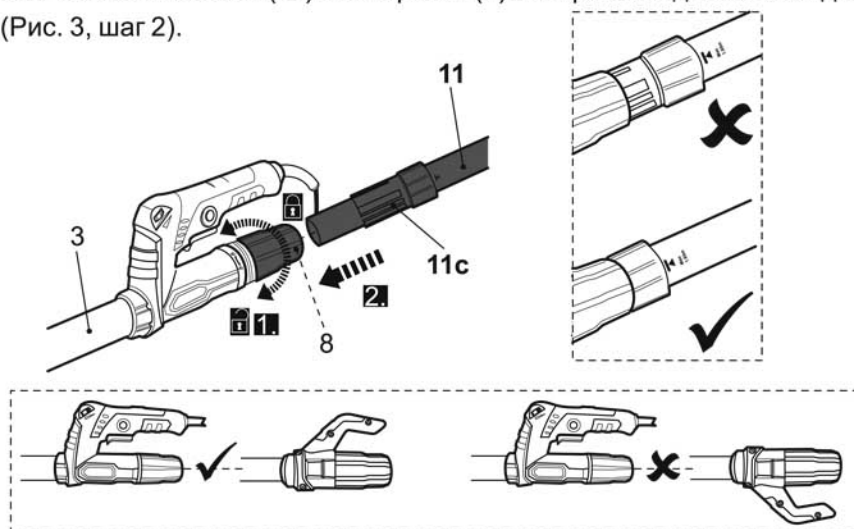

Рис. 3
**Используйте телескопическую трубку (11) с учетом выполняемой операции для обработки более высоких поверхностей.**
- > Ослабьте муфту отверстия для отвода пыли (8) на верхней трубке (3). Не снимайте муфту с отверстия (Рис. 3, шаг 1).
- > Приложите заднюю ручку (11а) к основной ручке (5) и вставьте муфту (11с) on the extension shaft (11) в отверстие (8) поворотным движением до упора (Рис. 3, шаг 2).